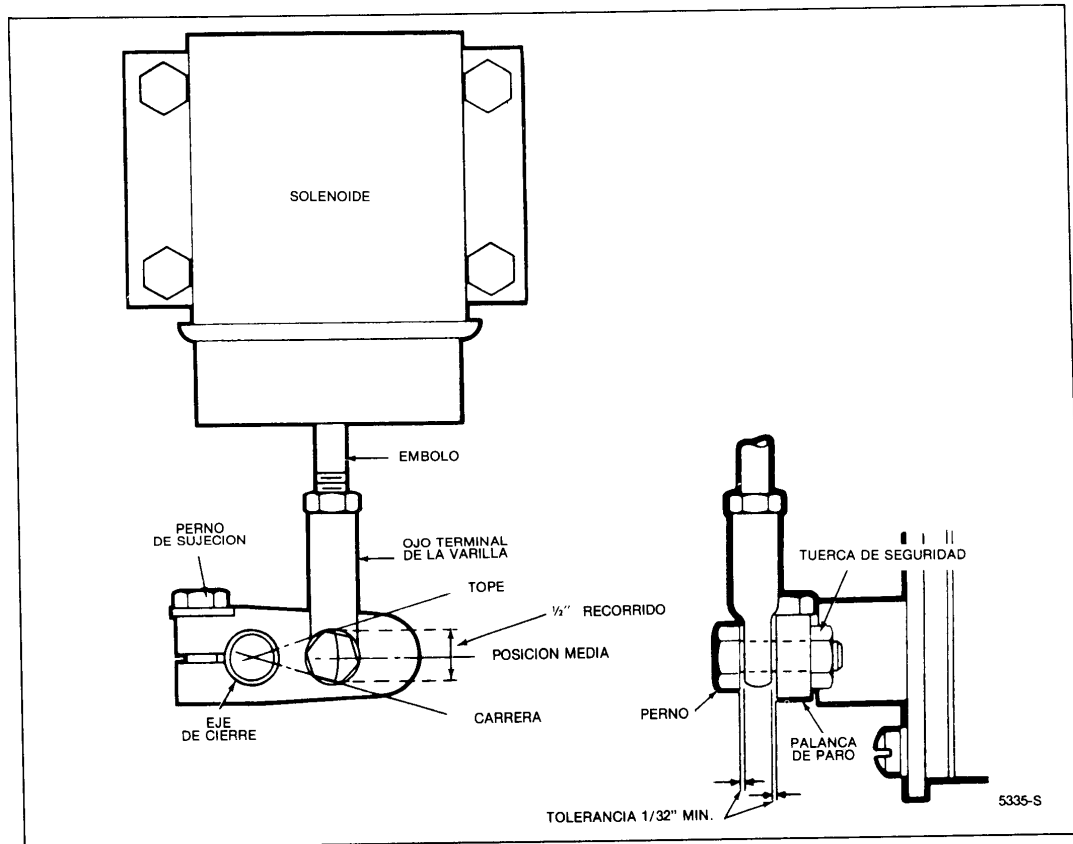

Fig. 5 - Posición típica de la palanca del regulador de velocidad variable
1. Quite el perno que conecta del ojo terminal de la varilla (regulador de velocidad variable) o el sujetador de ángulo recto (regulador limitador velocidad) con la palanca de tope (Figs. 5 y 6). Alinee y atore la palanca con el eje de cierre de tal forma que, en la posición de medio recorrido, se encuentre perpendicular al émbolo del solenoide. Esto asegura que el eslabonamiento va a viajar lo más recto posible. El émbolo del solenoide tiene un recorrido de media